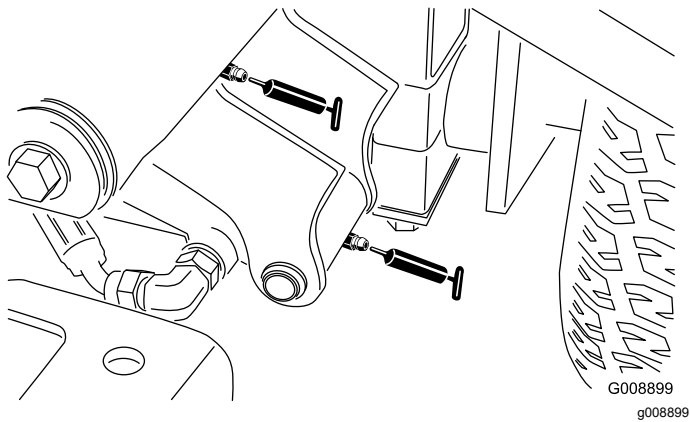

Bild 42
- Linke vordere Hubarm-Drehbüchsen und Hubzylinder (2) (Bild 42)